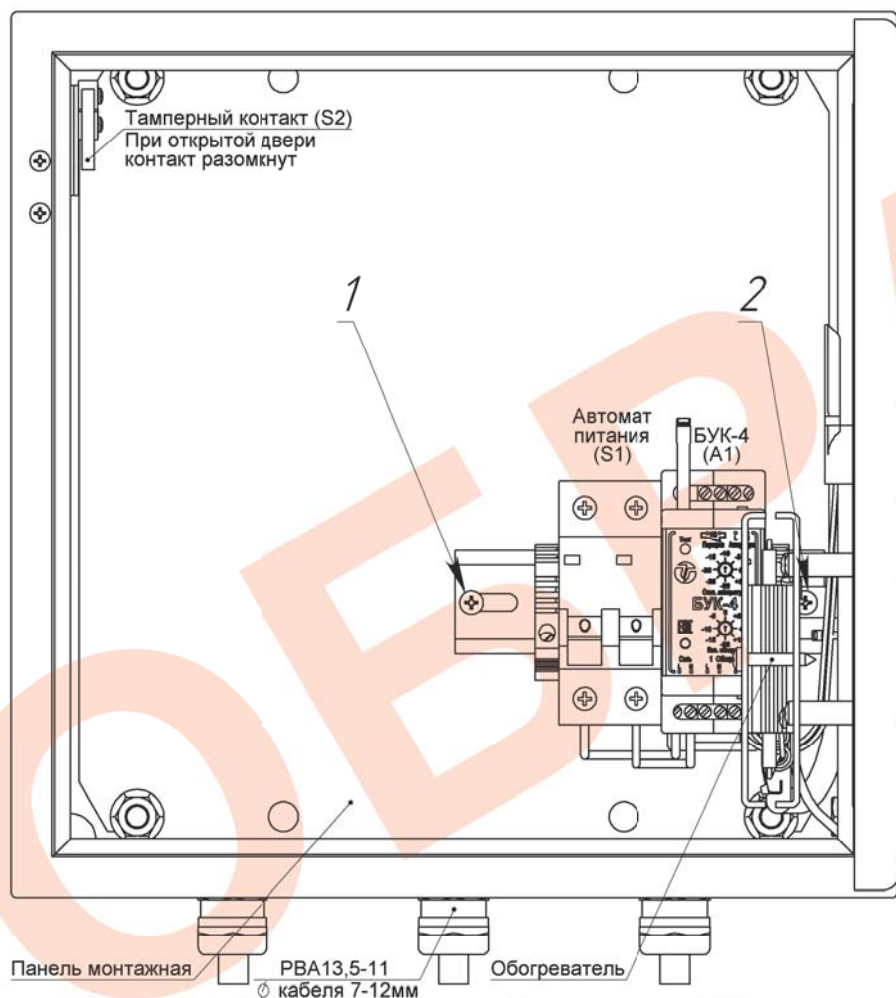

Рис. 1. Устройство термощафа (дверь открыта на 90°)
Для установки в термощаф телевизионного (электронного) оборудования необходимо извлечь монтажную плату (рис.1) из термощафа, для чего необходимо:
3. Снять с монтажной платы DIN-рейку с установленными на ней автоматом питания S1, и блоком управления климатом БУК-1, выкрутив крепящие DIN-рейку саморезы 1 и 2 (рис.1).